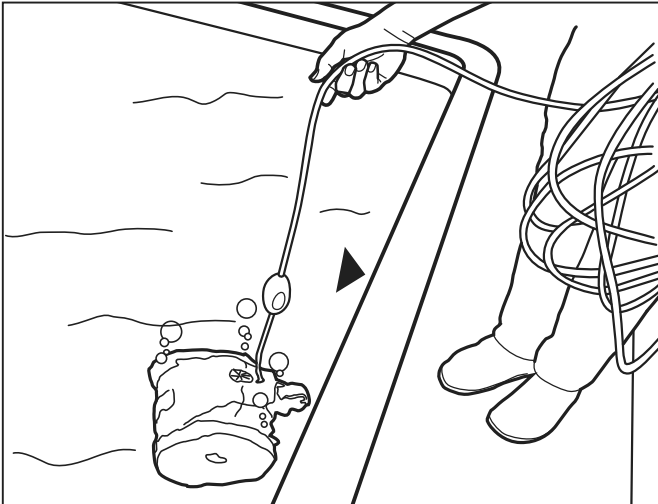

Figure 7. Retirer le nettoyeur de la piscine
1. Une fois le cycle de nettoyage terminé et la période de refroidissement de 15 minutes écoulée, tirer doucement sur le câble de flottaison vers le côté de la piscine (voir la Figure 7).